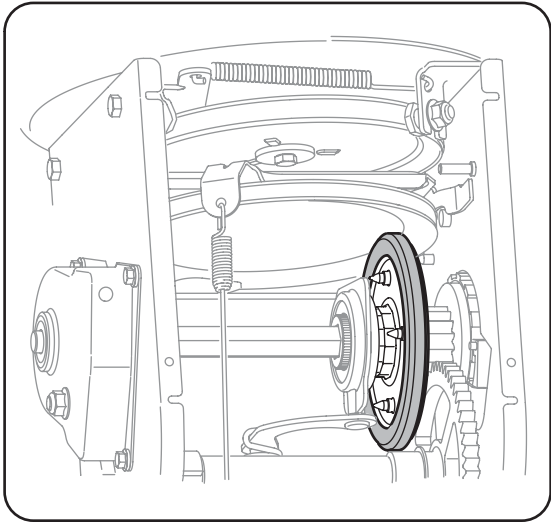

Figure 6-11
3. Examinez soigneusement la roue de frottement pour détecter tout signe d'usure ou de fendillement. Voir la Figure 6-11.